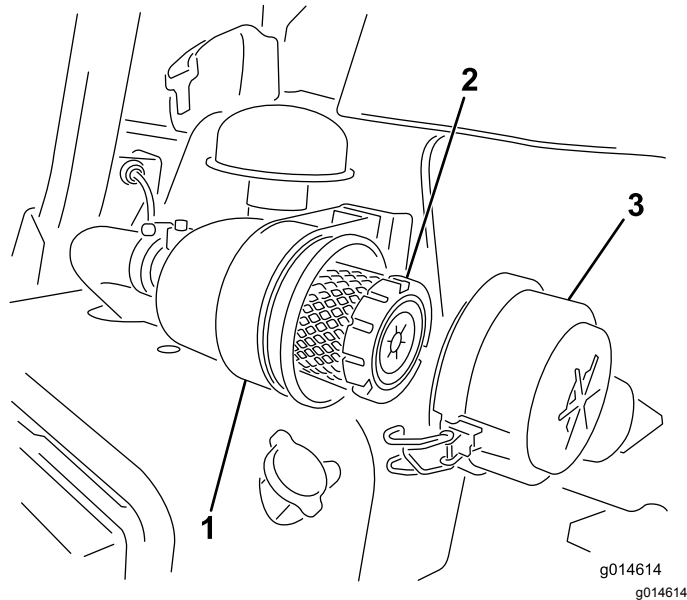

Figura 29
1. Liberte os trincos que fixam a cobertura do filtro de ar ao respetivo corpo (Figura 29).
7. Prenda os trincos (Figura 29).